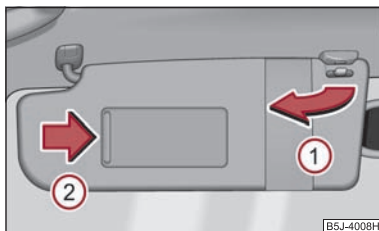

Abb. 45 Sonnenblende: Ausschwenken
Die Sonnenblende für den Fahrer bzw. Beifahrer können Sie aus der Halterung herausziehen und zur Tür in Pfeilrichtung ① ⇒ Abb. 45 schwenken.